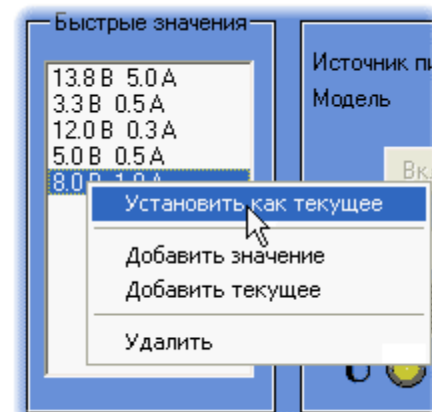

Рис. 6
**10.1 Быстрые значения.** В данном информационном окне (рис. 6) можно создать свой список часто используемых значений выходных параметров источника питания. Наведя курсор мышки на данное окно, и нажав правую кнопку мышки один раз можно выбрать следующее: